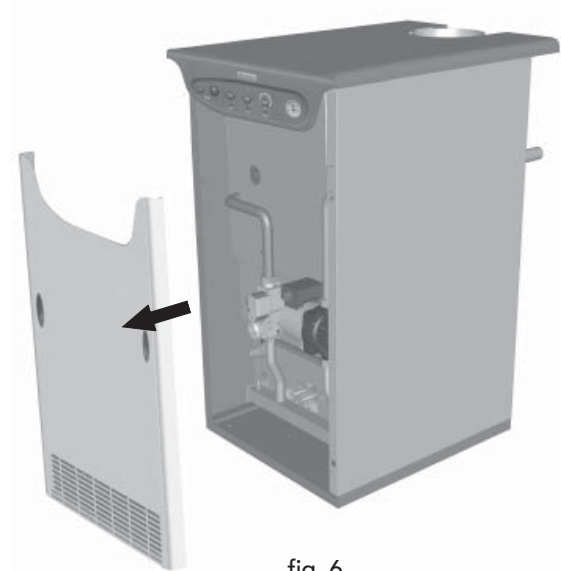

fig. 6
Para abrir el panel anterior de la caldera, véase la modalidad indicada en la fig. 6.
- Quitar el panel anterior de la caldera (fig. 6).